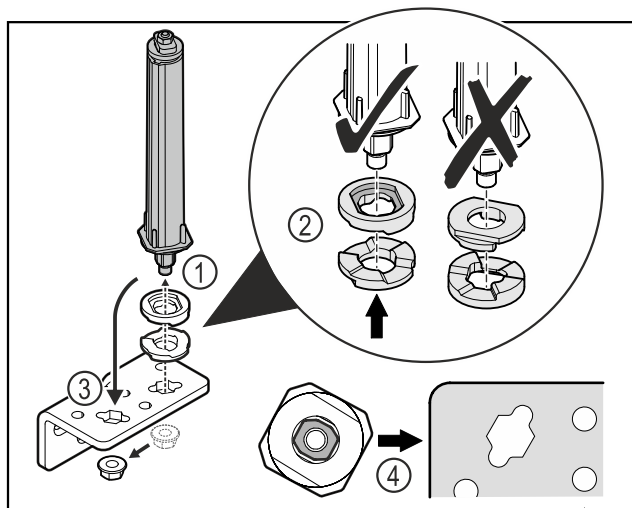

Fig. 38
- ▶ Odvijte matice in odstranite sistem za zaklepanje vrat Fig. 38 (1).
- ▶ Pazite na pravilno razporeditev podložk za nastavljanje višine Fig. 38 (2).
- ▶ Sistem za zaklepanje vrat prestavite v kotniku tečaja in ga fiksirajte z matico Fig. 38 (3).
- ▶ Pri vstavljanju pazite na pravilno naravnost sistema za zaklepanje vrat Fig. 38 (4).